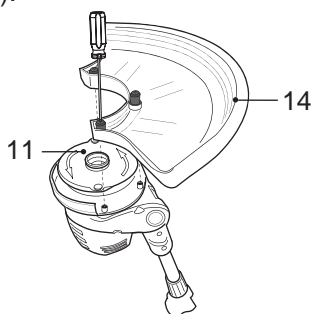

Fig.1
- > Alinee la protección de seguridad (14) con el cabezal de corte (11).
- > Fije la protección con los tornillos de fijación y apriete con un destornillador (Fig.1).